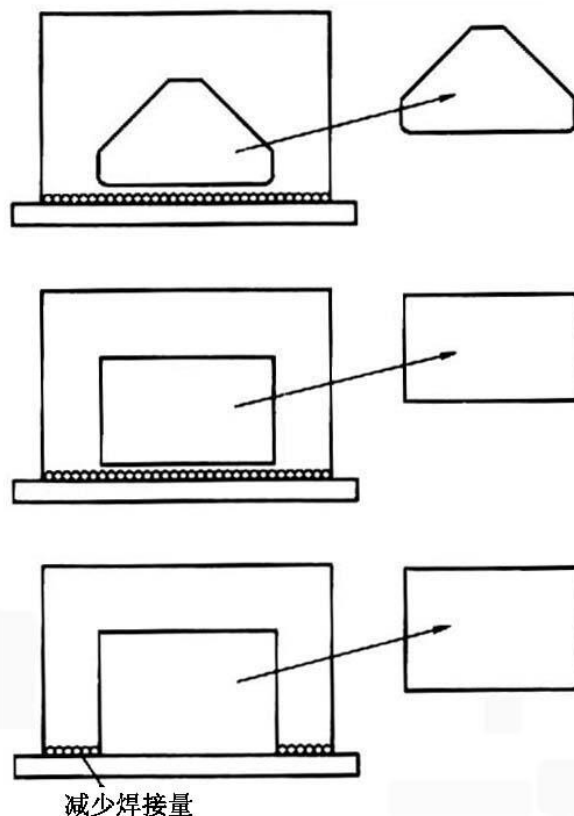

图 29 节约焊接和材料的设计修改方案实例
⑩ 在进行各项工艺步骤前，应仔细检查设计方案，看是否可以节约材料，并且使采用的焊接工艺不会影响最终产品的强度要求，如图 29 所示。